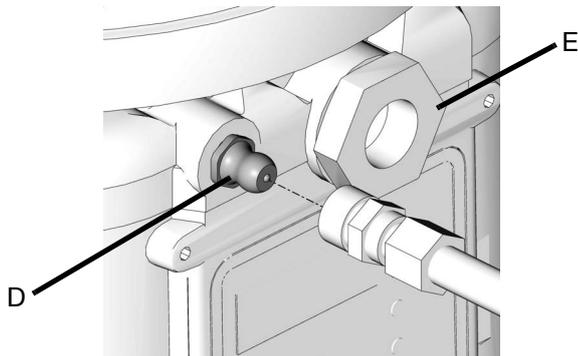

Рис. 15
1. Подсоедините заправочный шланг к впускному фитингу (D) (Рис. 15).